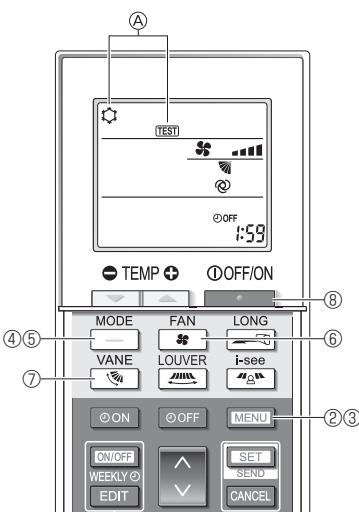

Fig. 7-5
- ① Ενεργοποιήστε την τροφοδοσία της μονάδας τουλάχιστον 12 ώρες πριν από τη δοκιμαστική λειτουργία.
- ② Πατήστε το κουμπί [MENU] για 5 δευτερόλεπτα. (Fig. 7-5)
- ③ Πατήστε το κουμπί [MENU].
Εμφανίζεται η ένδειξη ④ [TEST] (Δοκιμαστική λειτουργία) και η τρέχουσα κατάσταση λειτουργίας. (Fig. 7-5)
- ④ Πατήστε το κουμπί [—] για να ενεργοποιηθεί η λειτουργία ψύξης και, στη συνέχεια, ελέγχετε αν εξέρχεται ψυχρός αέρας από τη μονάδα.
- ⑤ Πατήστε το κουμπί [—] για να ενεργοποιηθεί η λειτουργία θέρμανσης και, στη συνέχεια, ελέγχετε αν εξέρχεται θερμός αέρας από τη μονάδα.
- ⑥ Πατήστε το κουμπί [✖] και ελέγχετε αν αλλάζει η ταχύτητα του ανεμιστήρα.
- ⑦ Πατήστε το κουμπί [✖] και ελέγχετε αν λειτουργεί σωστά η αυτόματη διακύμανση της κατεύθυνσης του αέρα.
- ⑧ Πατήστε το κουμπί [—] για να διακόψετε τη δοκιμαστική λειτουργία.